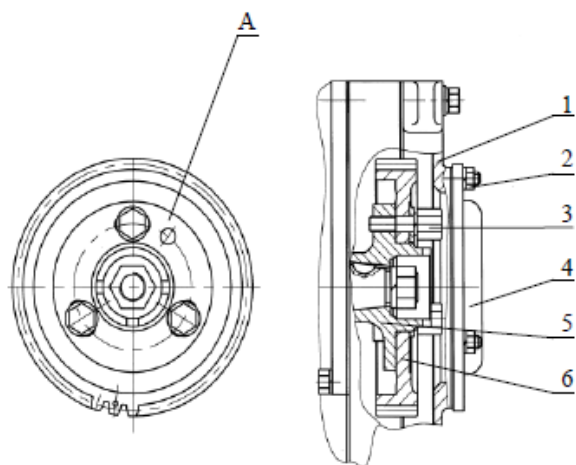

Рис. 9.5
- отверните три гайки 2 (рис. 9.5) крепления крышки 4 привода ТНВД к крышке картера шестерен 1, снимите со шпилек шайбы и крышку;
- установка ТНВД проводится в обратном порядке. Перед вворачиванием болтов 3 привода ТНВД совместите отверстие А (рис. 9.5) в шестерне привода с отверстием в муфте привода ТНВД;
- снимите крышку привода ТНВД (4), рис. 9.5;
- ослабьте три болта привода ТНВД (3);
- наденьте торцовый ключ на гайку валика ТНВД и поверните ключом муфту привода ТНВД вместе с болтами (3), которые будут перемещаться по пазам шестерни. Поворот муфты относительно шестерни по часовой стрелке увеличивает угол опережения впрыска топлива, против часовой стрелки – уменьшает.